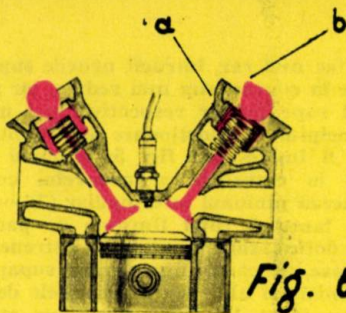
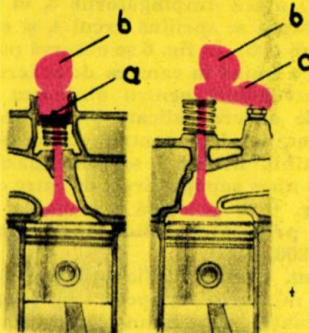
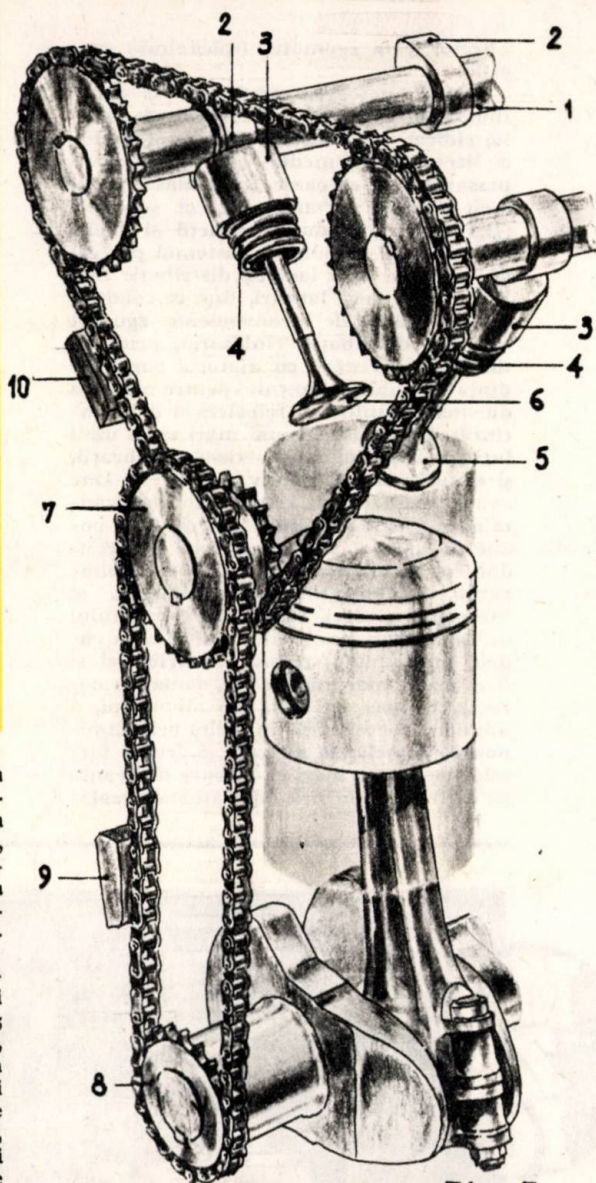

Fig. 6
Fig. 7 Fig. 8
Fig. 5
Pentru motoarele proiectate să funcționeze în condițiile unui regim de rotație ridicat — soluție specifică motoarelor de litraje mici și medii — s-a optat pentru plasarea axei cu came în chiulasă, astfel încât camele să «atace» direct supapele (fig. 5) eliminându-se tacheții și tijele, uneori chiar culbutorii. Sistemul pretinde existența unui lanț de distribuție mai lung, sau a două lanțuri, fapt ce conduce și la următoarele inconveniente: zgomot mare al distribuției (înlăturat, prin extinderea antrenării cu ajutorul curelelor dințate); dublarea lanțului pentru mărirea duratei de utilizare, folosirea a două întinzătoare de dimensiuni mari sau a unui întinzător și a unui amortizor de vibrații, și el supus uzurii relativ rapide etc. Dar avantajele depășesc importanța dezavantajelor: jocuri minime între came și cozile de supape, de unde un mai bun randament de umplere a cilindrilor, ameliorarea randamentului termodinamic al motorului și deci, reducerea consumului de carburant; accelerații mai mici în cadrul ansamblului pieselor distribuției și deci uzura mai mică a lor, comanda corectă, în «pas» cu cerințele motorului, a admisiei și evacuării, mai ales prin diminuarea maselor în mișcare și, deci, a forțelor de inerție mari ce tulbură diagrama de distribuție: în fine, operațiile de regla-
Principiul de funcționare al sistemului poate fi înțeles din fig. 5: pinionul (8) plasat în extremitatea arborelui cotit, acționează pinionul intermediar (7), oscilațiile lanțului fiind limitate de patină (9); al doilea lanț, cu patina 10, antrenează două axe cu came, una pentru supapele de admisie și alta pentru supapele de evacuare (Fiat 125, Fiat 124-Sport etc.); cama (2) atacă «împingătorul» 3, în interiorul căruia se sprijină arcul 4, și coada supapei (5 și 6). În fig. 6 se observă poziția centrală a bujiei în camera de ardere, soluție convenabilă pentru obținerea unei viteze de ardere ridicată a amestecului carburant, și, deci, pentru economia de combustibil. În fig. 7 se evidențiază acționarea unor supape direct de către camă și în fig. 8 se prezintă acționarea cozii supapei prin intermediul unui culbutor (Lada 1200, 1500).